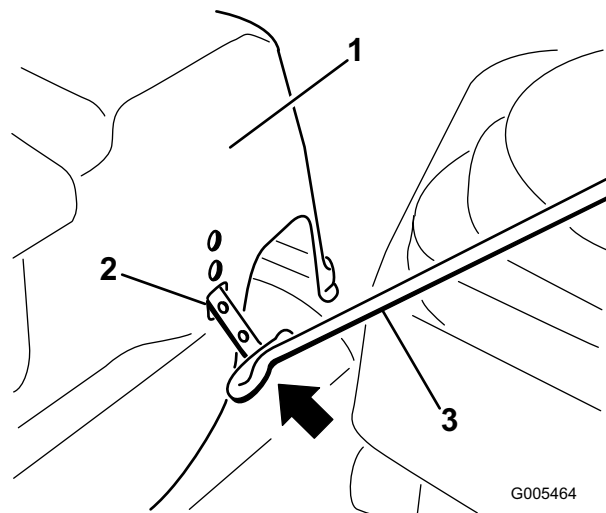

Figure 2
1. Localisez l'ouverture carrée à l'intérieur du carénage droit. Insérez l'extrémité de la tige de capot dans l'ouverture carrée, à l'angle indiqué sur la Figure 2. Orientez la tige de sorte que les coudes soient tournés vers l'avant, prêts à recevoir les attaches de retenue.